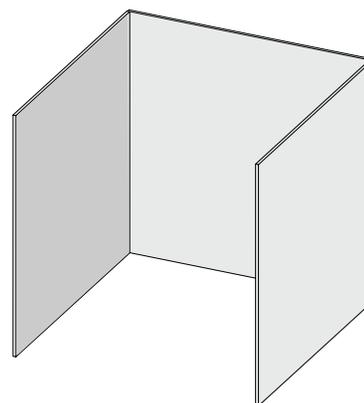

Fig. 1
- Un appareil est considéré comme étant en extérieur s'il est installé sous un abri ne comportant pas plus de trois côtés fermés, sans toit. (Fig. 1)